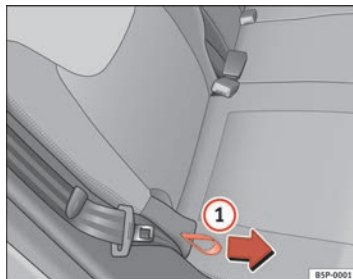

Fig. 98 Ajuste de la inclinación del respaldo, asiento posterior
- Sujete el respaldo del asiento por la parte superior. Tire del lazo situado en el lateral del asiento ⇒ fig. 98 1 en la dirección de la flecha y manténgalo en esta posición. Empuje el respaldo del asiento hacia atrás hasta la posición que desee y suelte el lazo. ►